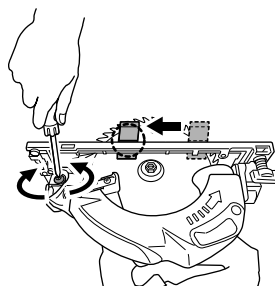

Fig. 18
- (4) Mueva la viruta de madera marcada a la parte frontal de la base y gire el tornillo de ajuste de paralelismo de manera que la marca corresponda con el lado de la base (Fig. 18).